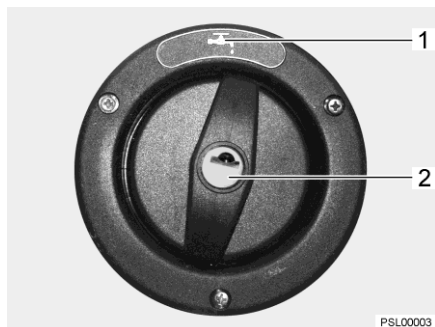

Bild 115 Lock för påfyllningsöppningen för dricksvatten
Påfyllningsöppningen för dricksvatten är märkt med symbolen "☞" (Bild 115,1). Locket låses och låses upp med nyckeln till de utvändiga låsen (utvändiga luckorna).
- Stick in nyckeln i låscylindern (Bild 115,2) och vrid ett kvarts varv moturs.
- Öppna påfyllningsöppningen för dricksvatten (Bild 115).